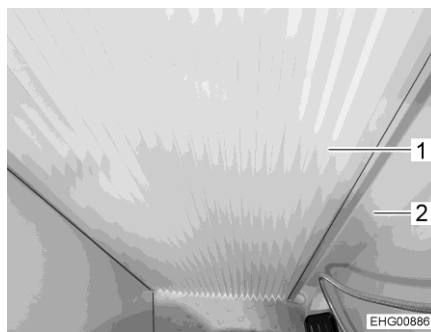

Fig. 170 Store plissé, fermé
- Fermer le store plissé (Fig. 170,1). Pour ce faire, tirer le store plissé en direction de la grande paroi pivotante (Fig. 170,2) jusqu'à ce que la fermeture magnétique maintienne le store en position.